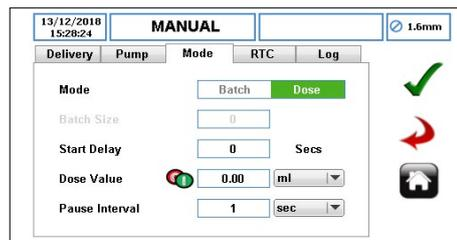

Figure 68 Mode Dose sélectionné
- ▶ Une fois que vous avez sélectionné le mode « Dose/Série », sélectionnez le mode « Dose » comme indiqué à la figure 68.